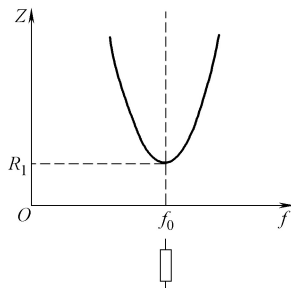

图 9-92 输入信号频率等于谐振频率  $f_0$  时阻抗特性曲线
1) 输入信号频率等于谐振频率  $f_0$  情况分析。如图 9-92 所示是输入信号频率等于谐振频率  $f_0$  时阻抗特性曲线, 当信号频率等于  $LC$  串联谐振电路的谐振频率  $f_0$  时, 电路发生串联谐振, 串联谐振时电路的阻抗最小且为纯阻性 (不为容性也不为感性), 如图中所示, 其值为  $R_1$  (纯阻性)。